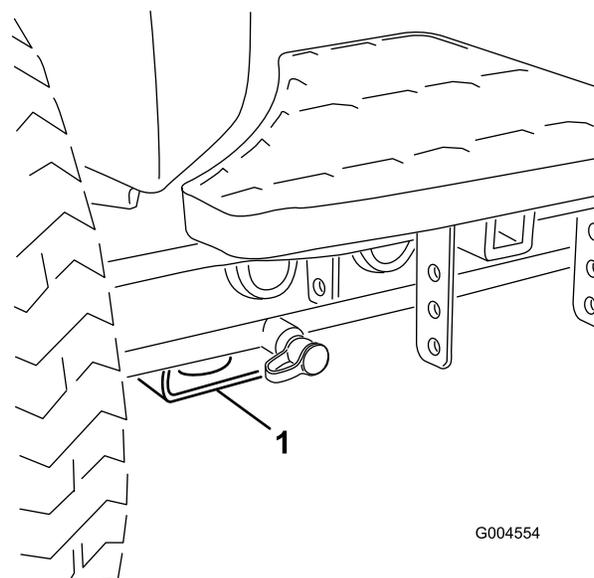

Рисунок 37
- В передней части – используйте прямоугольную подкладку под трубой моста внутри каждого переднего колеса (Рисунок 37).